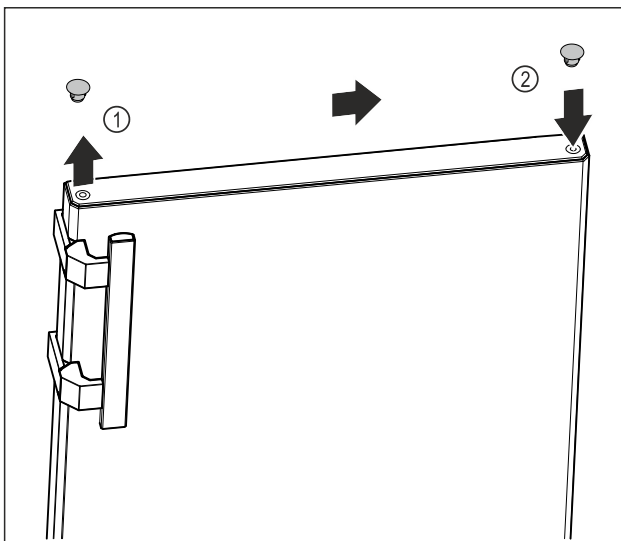

Fig. 10
- ▶ Óvatosan emelje le az ajtó felső oldalán a fedődugót Fig. 10 (1) egy lapos csavarhúzóval.
- ▶ Helyezze fel a fedődugót a másik oldalon. Fig. 10 (2)